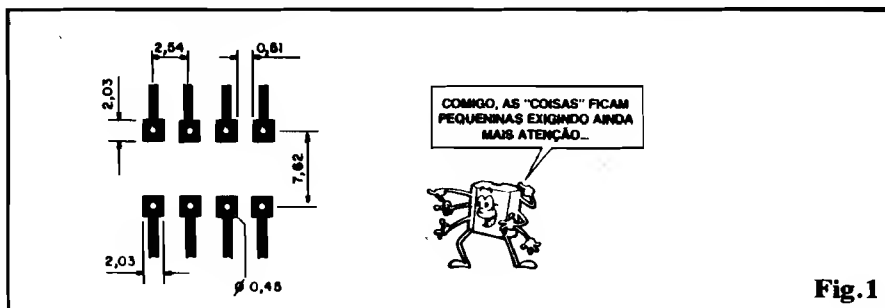

Fig.1
Infelizmente, Eduardo (embora incentivemos ao máximo o intercâmbio entre os Leitores/"Alunos") não é norma do ABC publicar o endereço completo dos Leitores, a menos que tenham manifestado essa intenção, direta ou indiretamente, na sua correspondência... Como o Zé Ribeiro não fez tal menção, preferimos publicar então o **seu** endereço para que ele - também na qualidade de Leitor/"Aluno" assíduo, entre em contato consigo... Entretanto, abrindo uma exceção, e para "sobrepassar" a inevitável demora (existe - como todos sabem - um **delay** natural, de no mínimo 90 dias, na publicação de cartas, por razões de cronograma editorial, etc.), Você encontra, na fig. A, a nossa sugestão provisória para um circuito super-simples e efetivo, capaz de acionar intermitentemente um relé (em frequência aproximada de 3 Hz...), cujos contatos NF-C-NA poderão ser facilmente acoplados aos arranjos de LEDs sugeridos na fig. 1 - pág. 21 (Seção de CARTAS) - APE nº 10. Alimentado por 12 VCC (não mais do que 100mA poderão confortavelmente energizar o circuito), e usando-se um relé (ob-
- FIG. 1 - COMO AS "COISAS" SÃO PEQUENAS, QUANDO SE TRATA DE MONTAGENS COM INTEGRADOS... - Enquanto estávamos lidando apenas com componentes "discretos", com circuitos centrados em transístores e seus "companheiros" semicondutores, as "coisas" eram já pequenas, mas nem tanto... Havia sempre uma certa flexibilidade mecânica e "espacial" nas montagens, que inclusive permitia a sua implementação até em "pontes" de terminais, ou mesmo em barras de conectores parafusáveis... Agora, com os Integrados assumindo os papéis centrais nos circuitos, a miniaturização se intensificou: os padrões e **lay outs** de ilhas e pistas ficaram bem "apertadinhos" e quem tiver "mão mole" (ou tiver tomado "todas" ontem...) encontrará algumas dificuldades, já que o campo físico das montagens é parametrado em **milímetros** (e - às vezes - em frações de milímetro!). A própria traçagem básica de um Circuito Impresso específico **não dá mais** - na prática - para ser feita "à mão", devendo o Leitor/"Aluno" recorrer, na medida do possível, a decalques específicos, que além de proporcionar um acabamento esteticamente melhor, servem para evitar e prevenir erros elementares... Os problemas, porém, não se restringem à **traçagem**, já que a intensa miniaturização traz também "galhos" à própria **corrosão**, **furação** e **soldagem** dos Impressos... Para que o Leitor/"Aluno" tenha uma visão dos **motivos** desses problemas, a fig. traz as medidas básicas tomadas num conjunto de ilhas destinadas à inserção da pinagem de um Integrado DIL convencional: